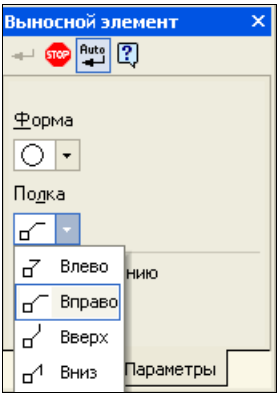

Рис. 12.31. Панель свойств в режиме построения выносного элемента с открытой вкладкой **Параметры**
- ◆ Панель свойств имеет две вкладки: **Знак** и **Параметры**. На вкладке **Знак** по умолчанию можно задать радиус окружности выносного элемента в окне **Радиус** и сразу вводить текст — диалог ввода автоматически появится на экране. Щелкните ЛК мыши по вкладке **Параметры** (рис. 12.31). Элементы управления вкладки рассмотрены в табл. 12.7;